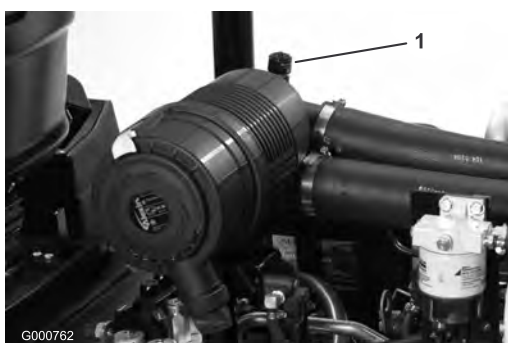

Figure 52
Faites l'entretien du filtre à air uniquement quand l'indicateur de colmatage (Figure 52) indique que cela est nécessaire. Changer le filtre à air prématurément ne fait qu'accroître le risque de contamination du moteur par des impuretés quand le filtre est déposé.
6. Réarmez l'indicateur de colmatage (Figure 52) s'il est rouge.